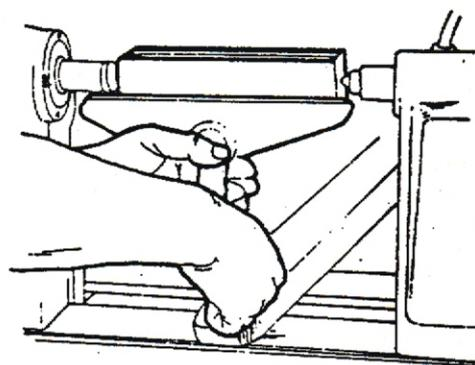

Fig. 4
- b – Posicione a espera na altura e fixe-a (fig. 4).